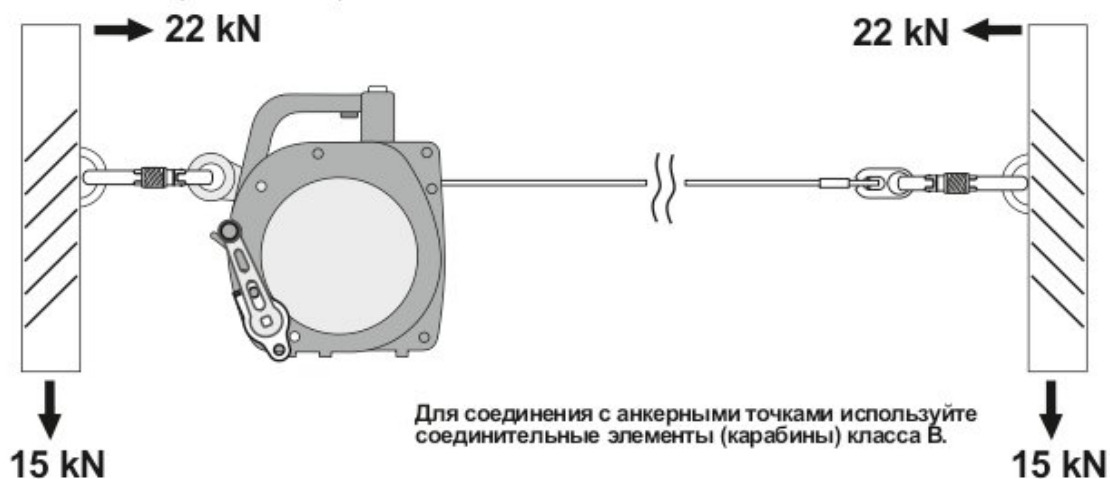

Рис. 10. Проверка состояния устройства и его компонентов
**Действие 1.** Проверьте наличие и нормальное состояние защитного корпуса, троса, соединительных элементов, индикатора рывка (рис. 10).